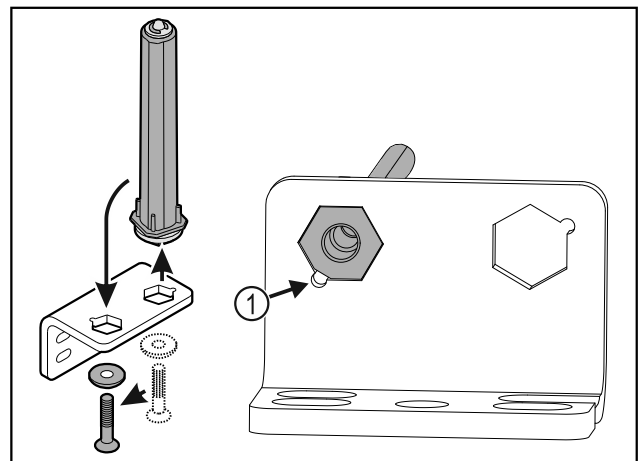

Fig. 33
- ▶ Vær derved opmærksom på, at boltens affasning Fig. 33 (1) peger mod det runde hul under isætningen.